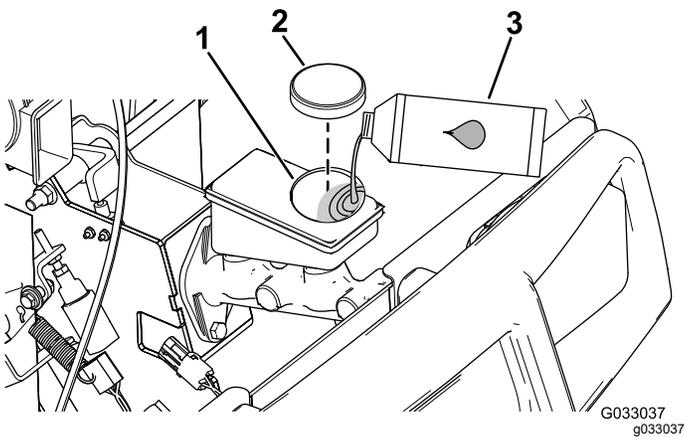

Figure 54
4. Soulevez le capot pour accéder au maître-cylindre de frein et au réservoir (Figure 54).
- A. Nettoyez la surface autour du bouchon du réservoir et enlevez le bouchon (Figure 54).
- C. Remettez le bouchon du réservoir (Figure 54).